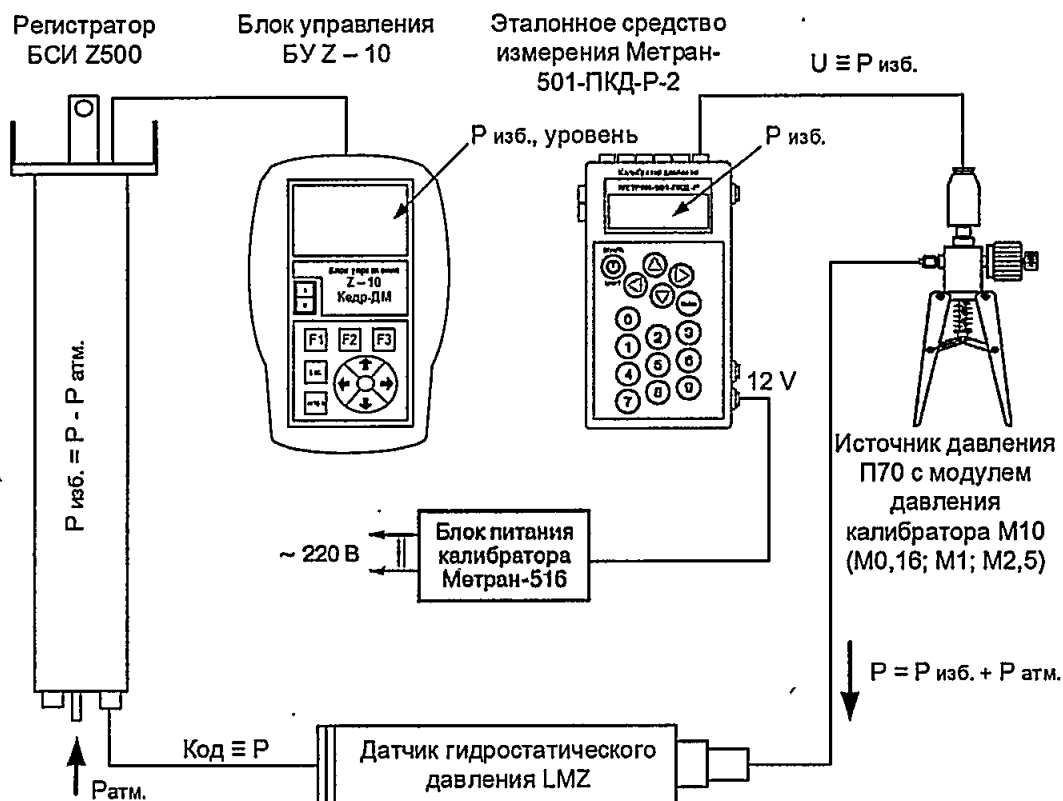

Рис. 1 – Пневматическая схема соединений при поверке уровнемера
6.1. Для выполнения поверки необходимо собрать пневматическую схему в соответствии с рис.1. К первому патрубку источника давления П70 ("плюсовая" камера эталонного средства измерений) подключается модуль калибратора давления М0,16, М1, М2,5 или М10 в зависимости от значения верхнего предела измерений поверяемого датчика гидростатического давления LMZ, который должен быть соединен кабелем с